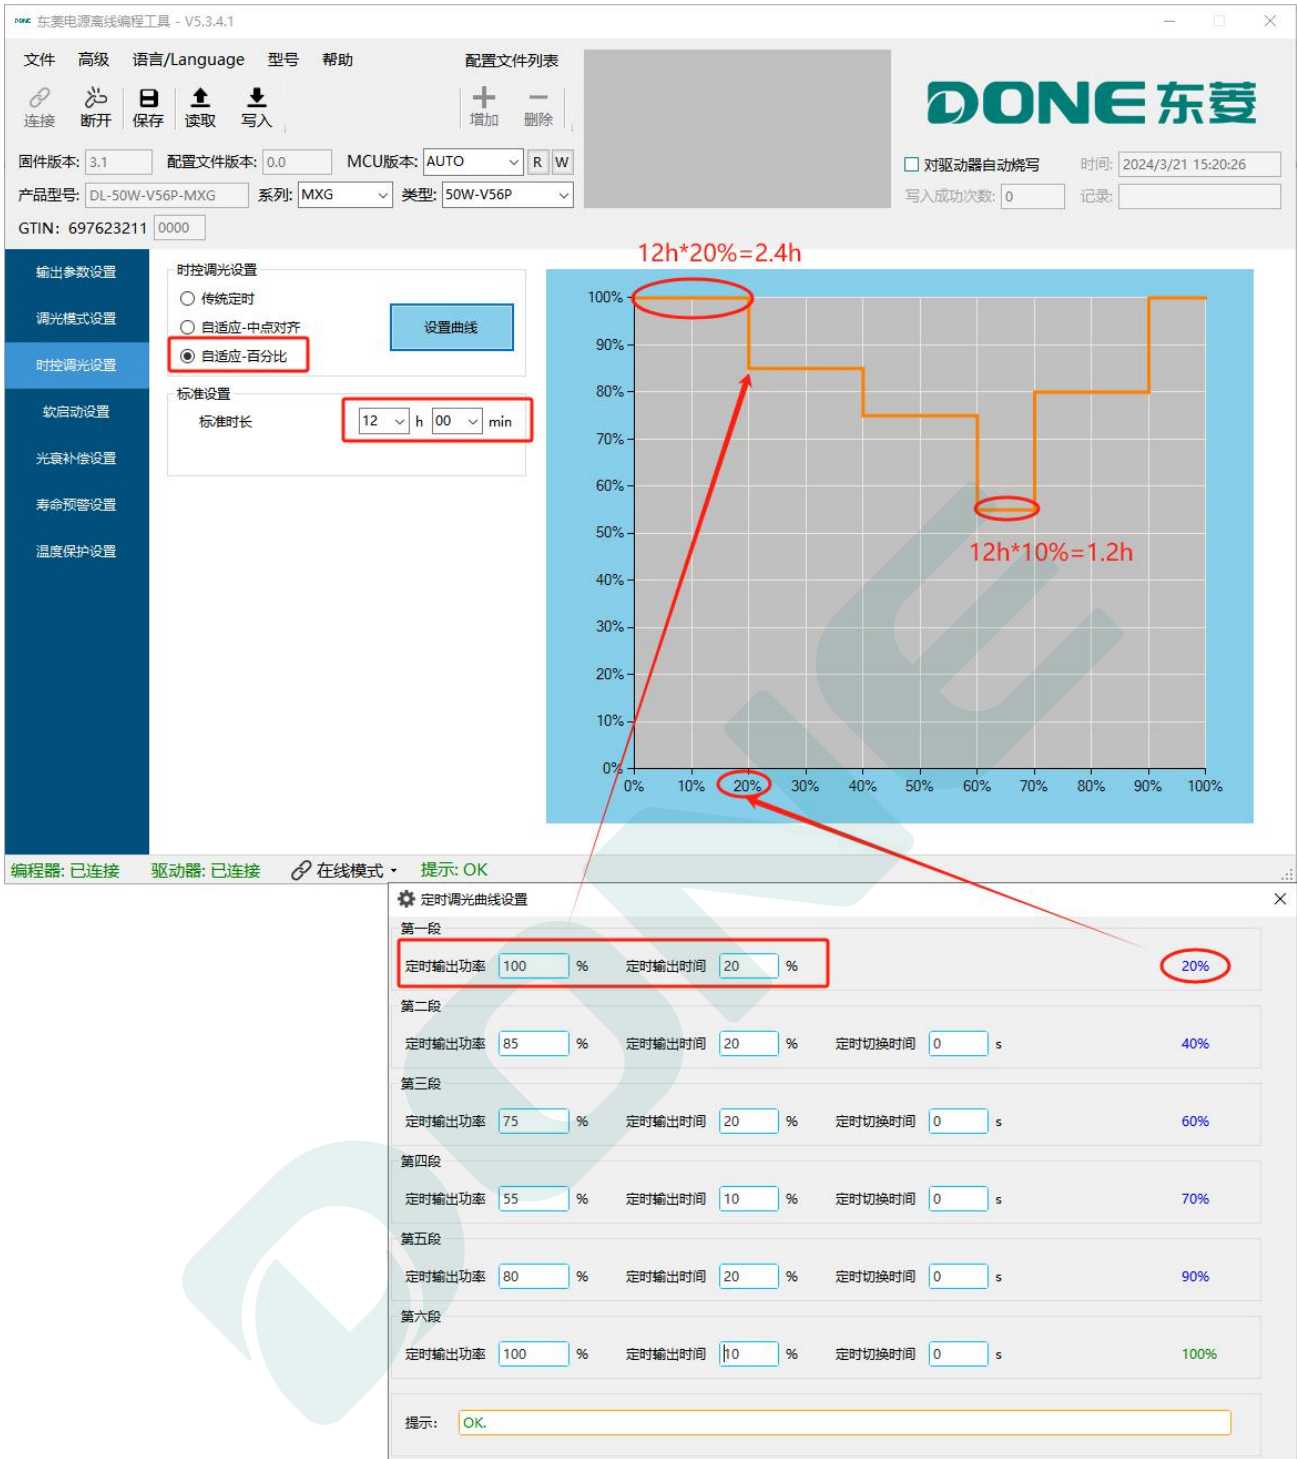

图 5.9.6 自适应-百分比曲线设置
5. 设置定时切换时间（缓变控制长度）：每一段之间的时长变化时，输出的功率会按设定的时间内缓慢变化；设置过程中，一级页面的调光曲线图可以实时的响应变化，直观看到曲线效果，如图 5.9.6 所示。